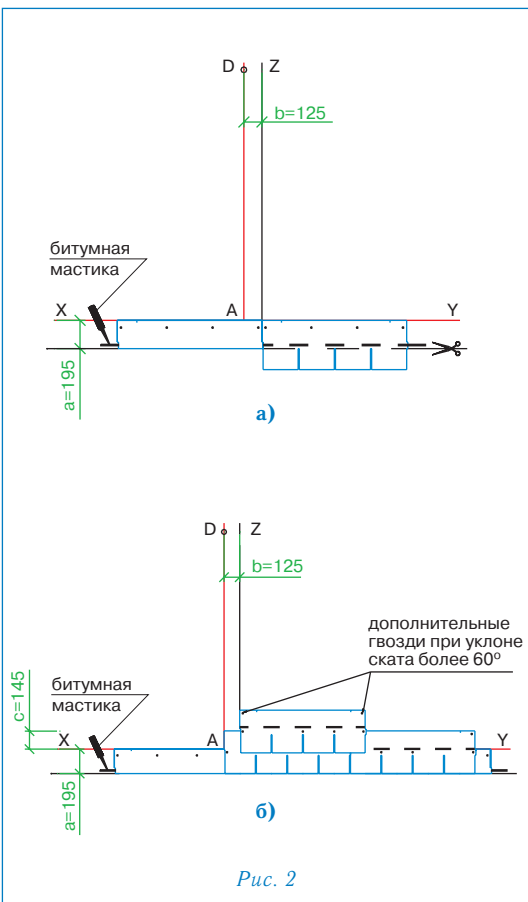

Рис. 2
### Укладка материала (рис. 2)
Начальный ряд формируется из листов черепицы СТАНДАРТ обрезанных по линии образованной конечными точками вырезов. Полученные таким образом полосы шириной 19,5 см укладываются по линии карниза в обе стороны от линии Z (рис. 2а) и фиксируются по нижнему краю битумной мастикой, а по верхней кромке 4 гвоздями (ось гвоздей на 5 см ниже верхнего края полосы);
- далее первый ряд черепицы укладывается от линии AD (рис. 2б);
- второй ряд укладывается от линии Z (со смещением 12,5 см от AD) (рис. 2б);